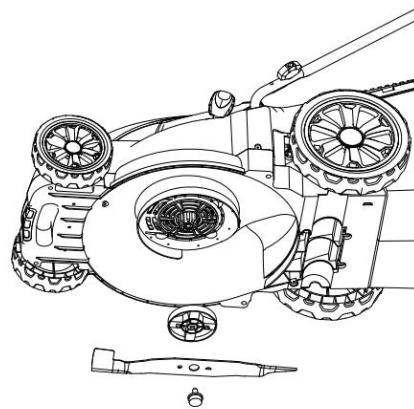

Рис. 17
- a. Поддерживайте днище и нож (21) в чистоте и удаляйте весь мусор. Удалите остатки травы из канала выброса травы (20).
- c. Поддерживайте нож (21) острым, чтобы обеспечить хорошую производительность кошения. Замените изношенный или поврежденный режущий инструмент на новый инструмент того же типа или поручите его заточку квалифицированному специалисту.
- d. Ослабьте болт (21c) подходящим гаечным ключом, и снимите его вместе с ножом (21) (см. Рис. 17).
- e. Ровно установите новый нож (21) на адаптер (21b) шпинделя.
- g. Наносите легкое машинное масло вдоль кромки режущего устройства (22) после каждого использования.